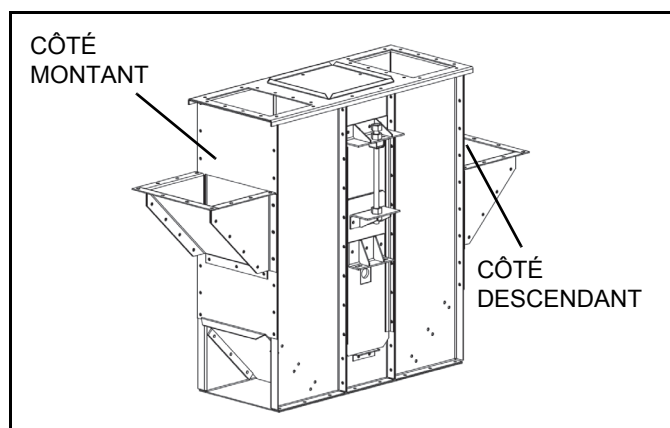

Figure 3.8
3. Monter la ou les trémies d'admission sur le côté montant ou le côté descendant du carter, ou sur les deux côtés, si cela est requis (Figure 3.8). Il est toujours préférable de ne pas placer le bas de la trémie d'admission plus bas que le centre de la poulie du carter. La capacité de l'élévateur peut être réduite si la trémie d'admission est mal placée.